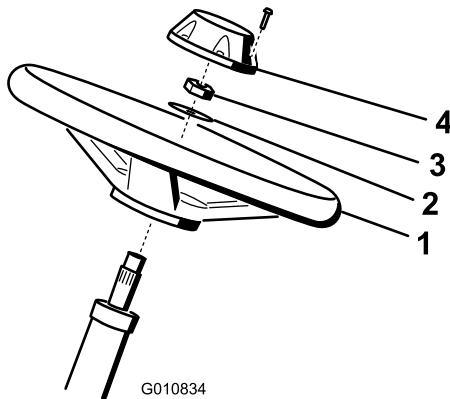

Figura 3
- Faça deslizar o volante para a coluna de direcção (Figura 3).
- Faça deslizar a anilha para a coluna de direcção (Figura 3).
- Fixe o volante na coluna com uma porca de bloqueio e aperte-a com 27 a 35 Nm (Figura 3).
- Instale a tampa no volante e fixe-a com um parafuso (Figura 3).